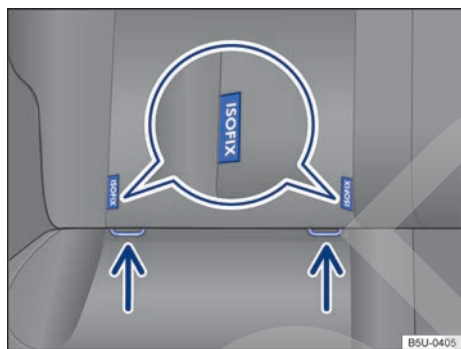

Fig. 21 En el asiento del vehículo: identificación de los puntos de anclaje inferiores para asientos de niños.
Se puede acceder a los 2 ojales de retención para cada asiento de niño dotado del sistema ISOFIX a través de las rendijas existentes en el revestimiento de la base del asiento trasero → fig. 21.
- Encajar la silla de niños en los ojales de retención → fig. 21 en el sentido de la flecha. La silla de niños debe engancharse de forma segura y audible (clic).
- Colocar la silla de niños sobre la superficie del asiento y prender los ganchos de los cinturones de fijación en los ojales de retención → fig. 21, si los cinturones de fijación son provistos con la silla de niños.